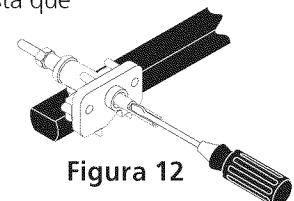

Figura 12
- b. El quemador se deberá encender en cuatro (4) segundos para un funcionamiento normal, después de que el aire haya sido purgado de la tubería de suministro de gas. Controle visualmente que el quemador se haya encendido.
11.4 Ajuste de la Posición LOW (BAJA) Para la Válvula del Quemador Superior (Figura 12)